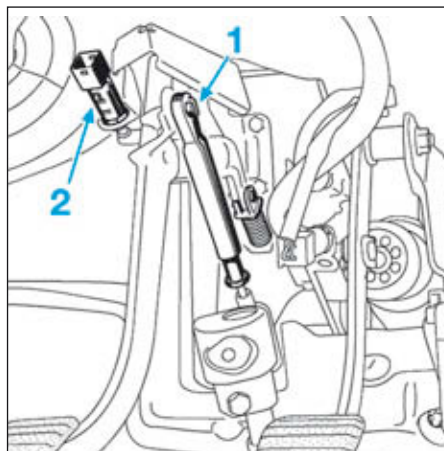

FIG.13
- Déclipper la rotule (1) (Fig.13) du cylindre émetteur d'embrayage sur la pédale.
- Déposer le contacteur d'embrayage (2).